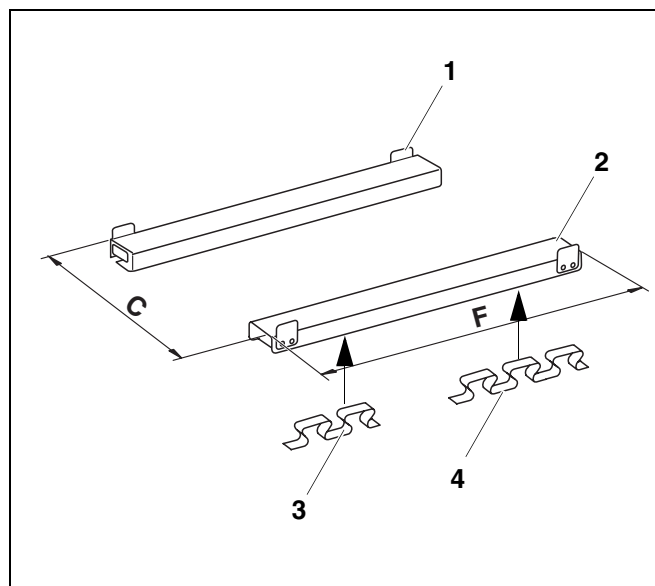

Fig. 3 Lyddæmpende sokkel
- Læg den lange længdeisoleringsbøjle (fig. 3, **pos. 4**) forrest og den korte bøjle (fig. 3, **pos. 3**) bagerst under U-profilskinnen (fig. 3, **pos. 2**).
- Stil kedlen på soklen, og ret den ind. Kedelfundamentet skal flugte med kedelbagvæggen. Anslagspladerne (fig. 3, **pos. 1**) skal ligge an mod U-skinnen på kedlen.